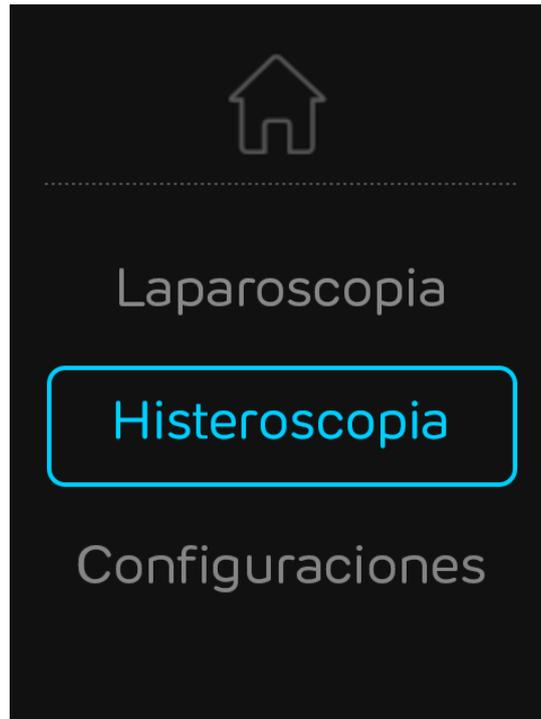

Figura8 - Menú de bienvenida
- Compruebe que el menú de bienvenida aparece en el monitor (ver Figura8).